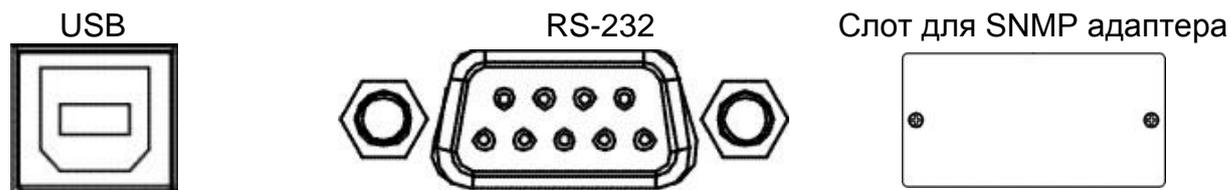

Рисунок 6. Порты связи.
- для ИБП исполнения ТА, батареи поставляются от завода-изготовителя с разъединенными батарейными кабелями. Для их подключения смотрите рисунок 6.